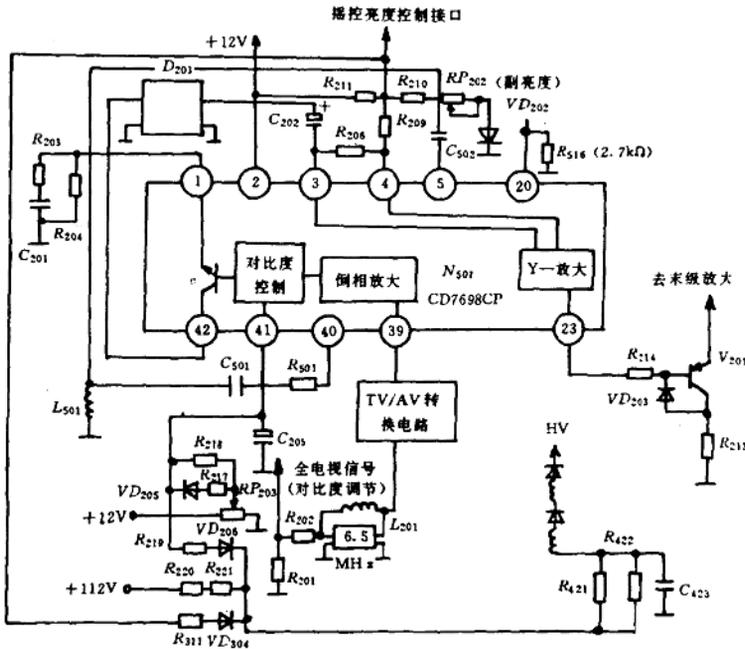

图 16 亮度电路
在亮度电路中,还没有自动亮度限制(ABL)电路,当显像管束电流超过额定值(1mA)时,ABL 电路动作,使束电流下降到额定值,实现自动亮度限制。北京牌 8316-2 型彩电 ABL 电路是同时控制 CD7698CP ④脚(对比度控制端)和④脚(亮度控制端),当束电流超过额定值时,电阻  $R_{220}$ 、 $R_{221}$  上压降增大,使  $VD_{206}$  和  $VD_{304}$  导通,使④脚和④脚电位下降,导致显像管阴极电位上升,束电流下降,实现了自动亮度限制。电阻  $R_{220}$  和  $R_{221}$  决定 ABL 电路控制的基准电平,当 ABL 电路有故障时,将造成光栅偏暗故障。亮度电路原理参看图 16。TA7698AP 与亮度有关脚功能参看表 2。